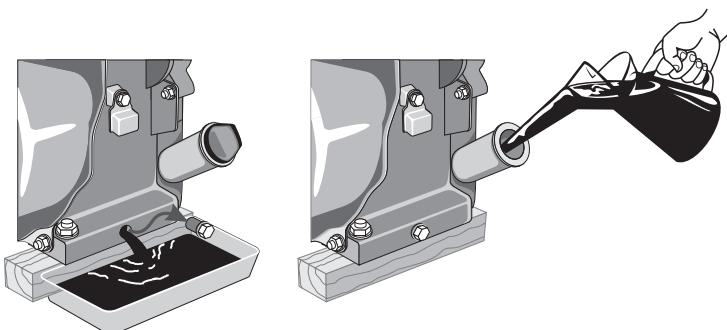

Рисунок 7. Схема заміни моторного масла.
6.4.1 Порядок заміни моторного масла (рис. 7):